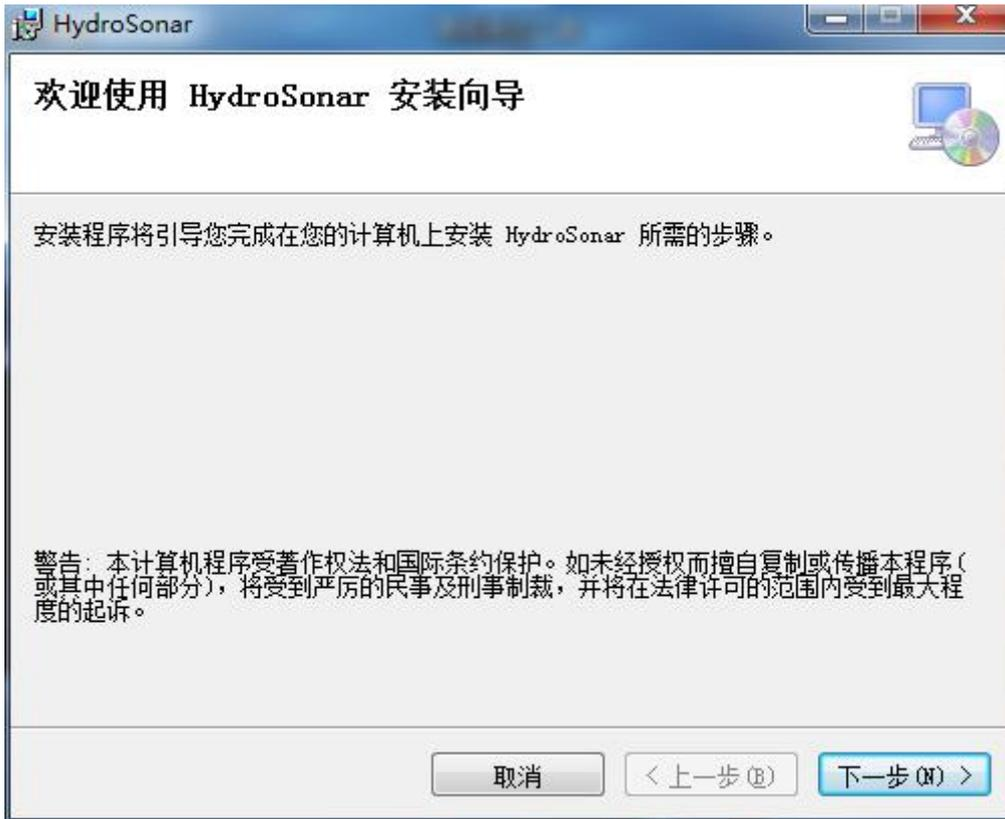

图 6.1 HydroSnoar 安装向导对话框
- (1) 运行“HydroSonarSetupChs.msi”进入安装程序对话框。如图 6.1 所示。
(2) 点击图 6.1 “下一步”按钮，进入选择安装对话框，选择安装路径等，如图 6.2 所示。